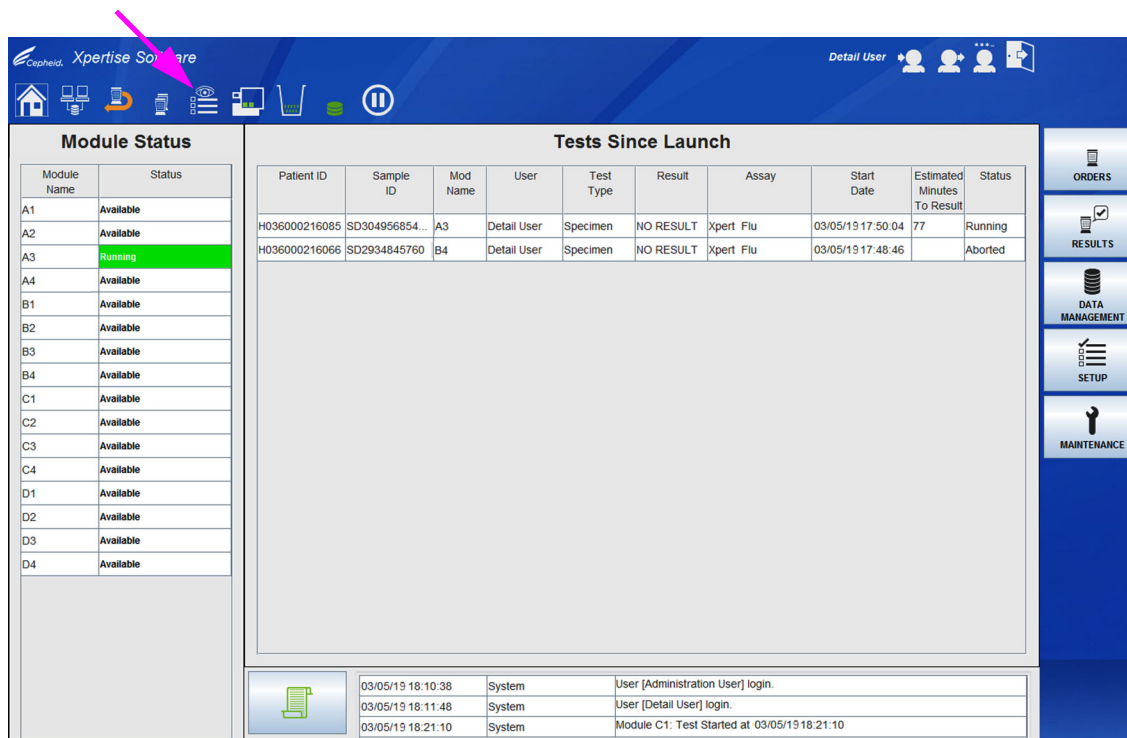
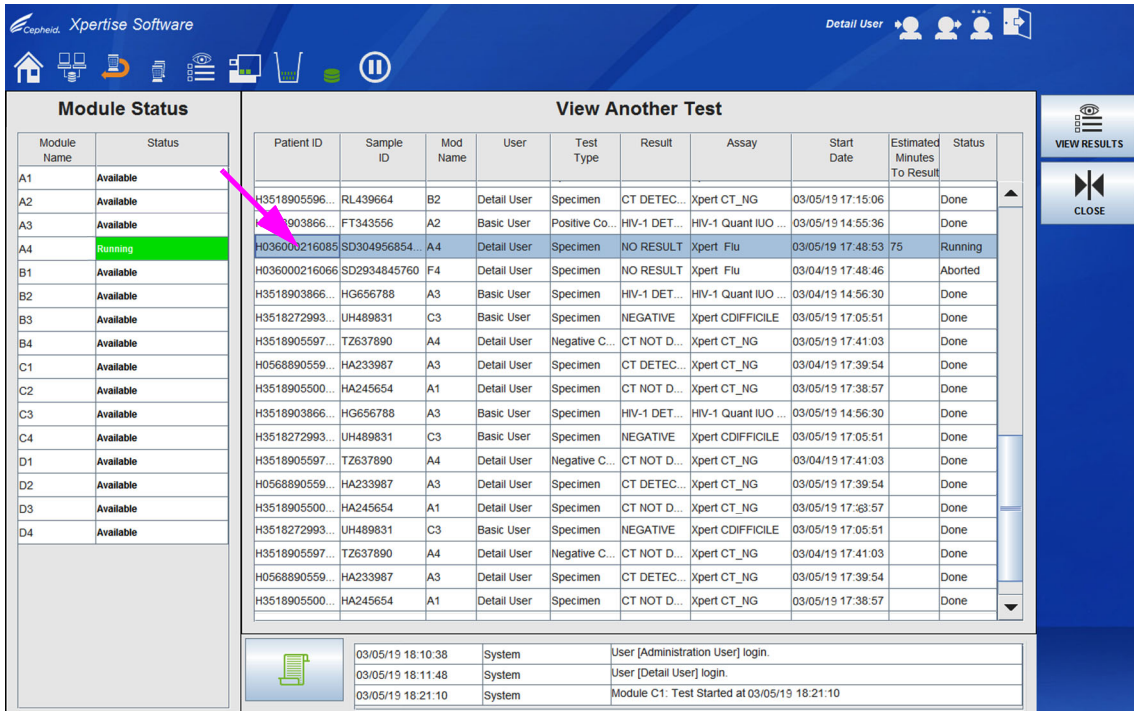
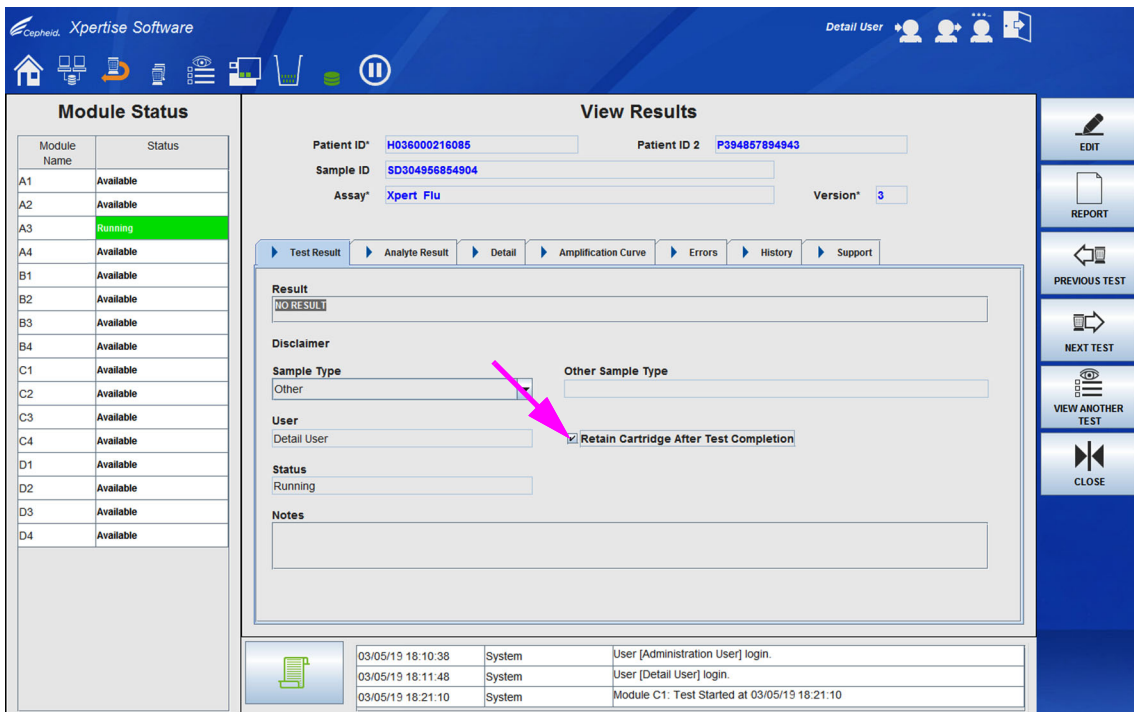

图 5-45. Xpertise 软件主页工作区
图 5-46. 查看另一个测试 (View Another Test) 工作区
图 5-47. 查看结果 (View Results) 工作区 – 测试完成后保留检测盒 (Retain Cartridge After Test Completion)
1. 选择**查看另一个测试 (View Another Test)** 图标。该图标可以从任何工作区选择。图 5-45 显示在 Xpertise 软件主页工作区上进行的選擇。显示查看另一个测试 (View Another Test) 工作区。请参见图 5-46。
2. 在查看另一个测试 (View Another Test) 工作区中，找到并选择要查看的测试，然后选择**查看结果 (VIEW RESULTS)** 按钮（请参见图 5-46）。将显示所选测试的查看结果 (View Results) 工作区。请参见图 5-47。
4. 在查看结果 (View Results) 工作区中，选择**测试完成后保留检测盒 (Retain Cartridge After Test Completion)** 复选框，然后选择**保存 (SAVE)** 按钮。请参见图 5-47。